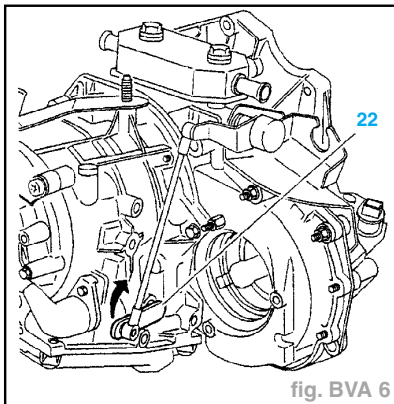

fig. BVA 6
- Mettre le levier de commande de vitesses (22) en 1ère (en butée vers le haut) (fig. BVA 6).